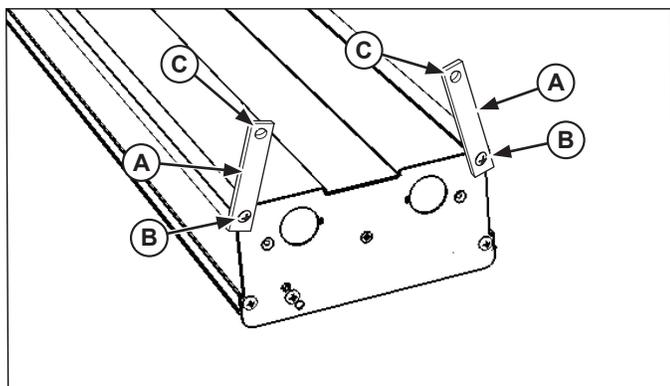

Figure 4. Installation suspendue par chaîne.
1. L'appareil est expédié avec des pattes de fixation (A) à chaque extrémité de l'appareil. Pour les appareils de plus de 1.8 m (72 po), trois (3) points de fixation minimum comprenant les deux extrémités et le centre du réchaud doivent être utilisés. Voir la figure 4.
2. Desserrez les vis (B) qui fixent les pattes en position mais ne les enlevez pas. Tournez les pattes (A) pour les redresser et attachez la chaîne aux trous (C). La chaîne doit soutenir uniformément chaque côté de chaque extrémité de l'appareil.
- Serrez les vis (B) pour fixer les pattes.